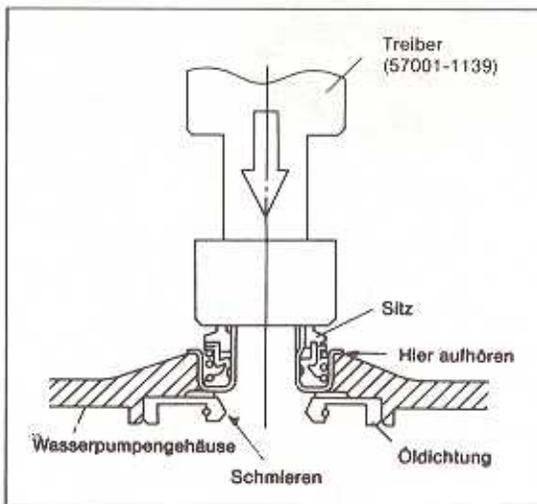

Bild 84
- Die neuen Dichtringe in den Flansch genau einpressen (Bild 84).